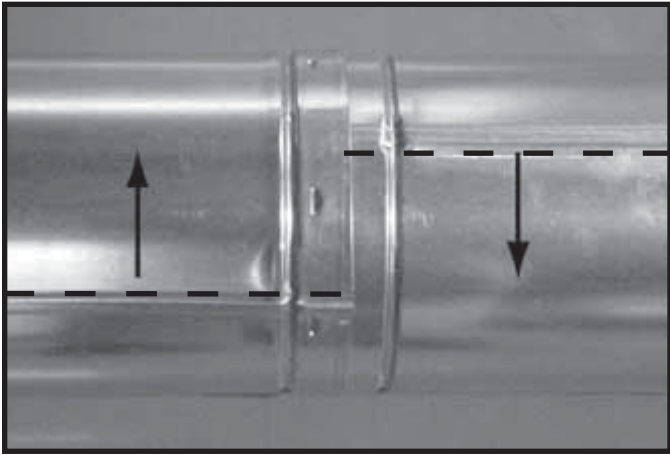

Figura 10.9 Gire las juntas para separar el tubo de escape
- Gire cualquiera de las secciones (consulte la Figura 10.9) para que las juntas de ambas secciones estén alineadas (consulte la Figura 10.10).